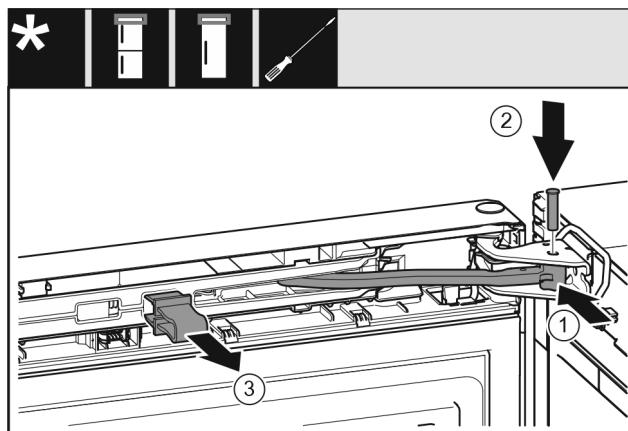

Fig. 50
- ▶ Zgibni del v ležajnem podstavku zavrtite. Fig. 50 (1)
- ▶ Sornik vstavite v ležajni podstavek in zgibni del. Pri tem pazite, da zaskočni zapah pravilno sedi v utoru. Fig. 50 (2)
- ▶ Snemite varovalo. Fig. 50 (3)